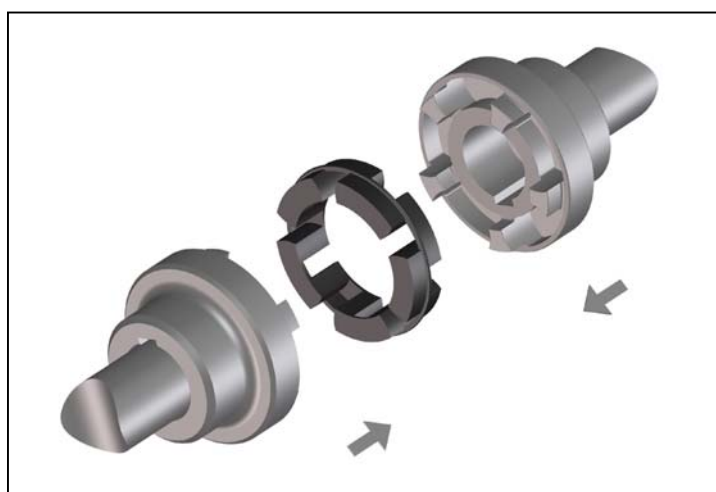

Fig. 5
- Pousser les bouts d'arbre avec les moitiés d'accouplement montées l'un contre l'autre (Fig. 5).